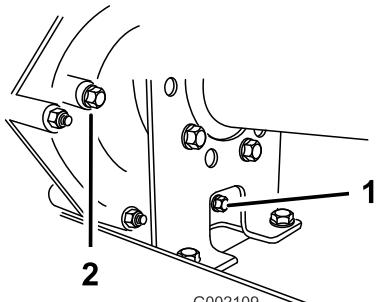

Figura 59
- Limpe a área em torno dos tampões de enchimento e escoamento com um trapo (Figura 59).
- Retire o tampão de enchimento rodando-o para a esquerda (Figura 59).
- Retire o tampão de escoamento rodando-o para a esquerda (Figura 59).
- Coloque e aperte o tampão de escoamento e a junta no orifício do tampão de escoamento da transmissor (Figura 59).
- Encha o reservatório (Figura 60) através do orifício do tampão de enchimento com aproximadamente 1,4 litros do óleo especificado ou até o nível de óleo na transmissor estar alinhado com a parte inferior das estrias (Figura 59).
- Coloque a aperte o tampão de enchimento e a junta no orifício do tampão de enchimento da transmissor (Figura 59).
- Verifique o nível de óleo e adicione mais óleo, se o nível estiver abaixo das estrias do orifício do tampão de enchimento (Figura 59).